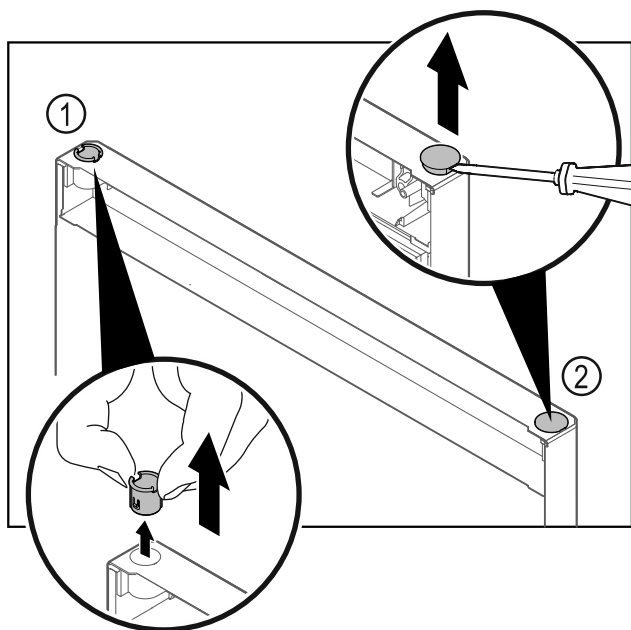

Fig. 36 Porta del vano congelatore
- Estrarre la boccola cerniera Fig. 36 (1) con le dita.
- Con un cacciavite a testa a intaglio sollevare con cautela il tappo Fig. 36 (2) ed estrarlo.